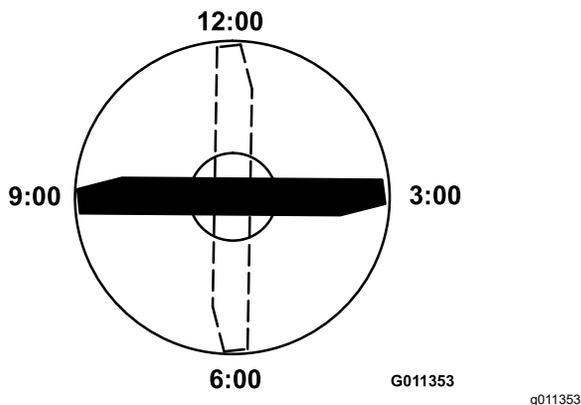

Figura 12
- Orientate il tagliante dell'estremità marcata della lama sulle ore 12 (esattamente in avanti, nel senso di falciatura) (Figura 12) e misurate l'altezza tra il banco e il tagliante della lama.
- Ruotate l'estremità marcata della lama sulle ore 3 e sulle ore 9 (Figura 12) e misurate le rispettive altezze.